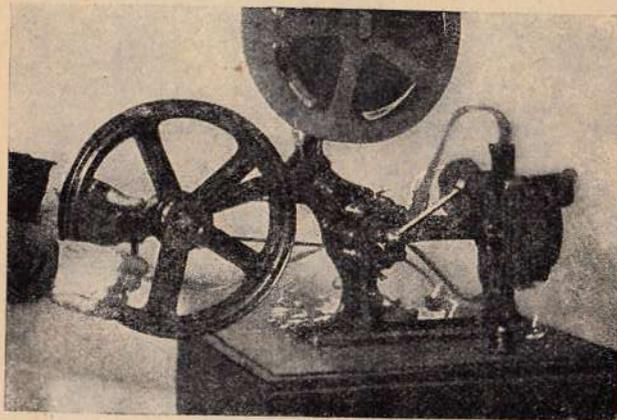

Рис. 23. Закрепление конца фильма в нижней катушке.
6) Продолжение ленты, запертой в дверке аппарата, накладывается на нижнюю поверхность барабана так, чтобы внизу под дверкой образовалась бы из нее такая же петля, как и наверху (рис. 23). При наложении ее также надо наблюдать, чтобы зубья барабана обязательно входили в перфорацию.
7) Надеть пустую катушку на нижнюю ось аппарата и свободный конец ленты закрепить на втулку этой катушки, при помощи имеющейся щели с пружинящими язычками (рис. 23). Если все сделано правильно, то, вращая ручку аппарата, можно проверить